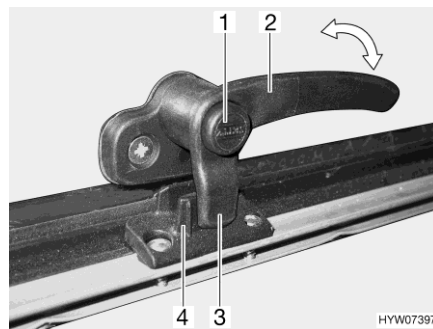
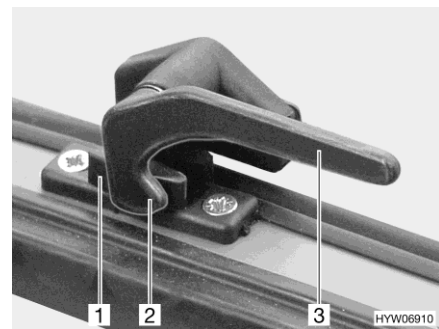

Fig. 89 Levier de verrouillage avec bouton de sécurité en position "Fermé"
Fig. 90 Levier de verrouillage en position "Fermé"
- S'il existe, appuyer sur le bouton de sécurité (Fig. 89,1) et le maintenir enfoncé.
- Tourner le levier de verrouillage (Fig. 89,2 ou Fig. 90,3) d'un quart de tour vers le centre de la fenêtre.
- Tourner le levier de verrouillage (Fig. 89,2 ou Fig. 90,3) d'un quart de tour vers le cadre de la fenêtre.
- Le tenon de verrouillage (Fig. 89,3 ou Fig. 90,2) du levier de verrouillage repose complètement sur le côté intérieur du verrouillage de fenêtre (Fig. 89,4 ou Fig. 90,1).
- En position "Fermé" (Fig. 89 et Fig. 90)